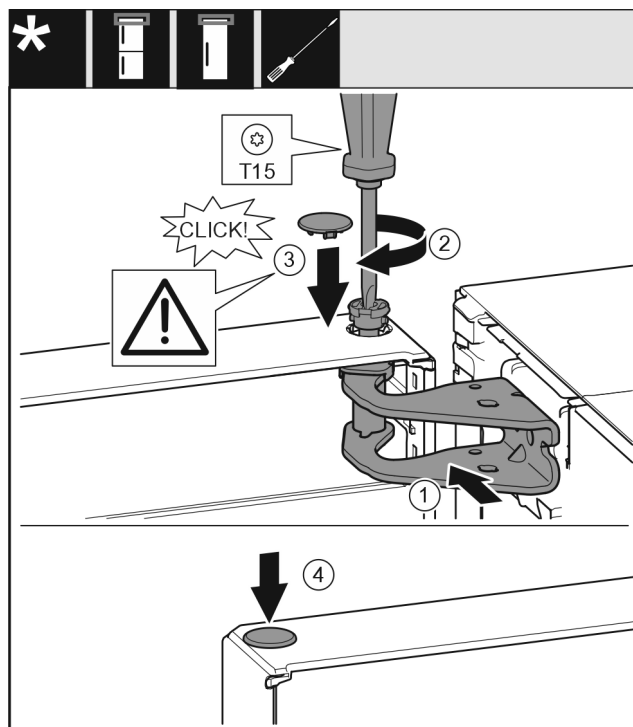

Fig. 21
- ▶ Выровняйте дверь вверху по отверстию в опорном кронштейне. Fig. 21 (1)
- ▶ Вставьте палец и затяните отверткой T15. Fig. 21 (2)
- ▶ Установите предохранительную крышку для защиты двери: Вставьте предохранительную крышку и проверьте, прилегает ли она к двери. В ином случае вставьте палец полностью. *Fig. 21 (3)*
- ▶ Вставьте заглушку. *Fig. 21 (4)*